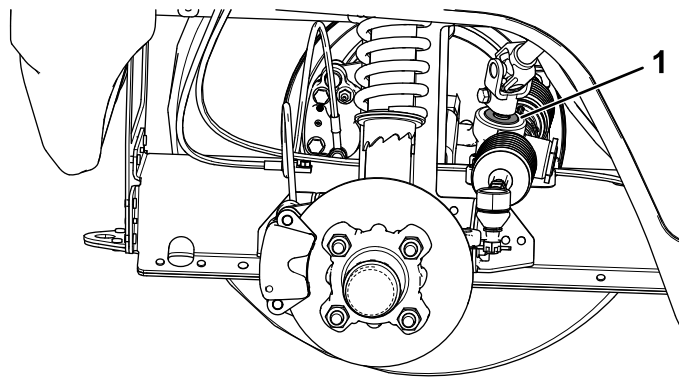

Bild 39
**Wichtig:** Überprüfen Sie den Zustand und die Sicherheit der Ritzel-Wellendichtung (Bild 39).